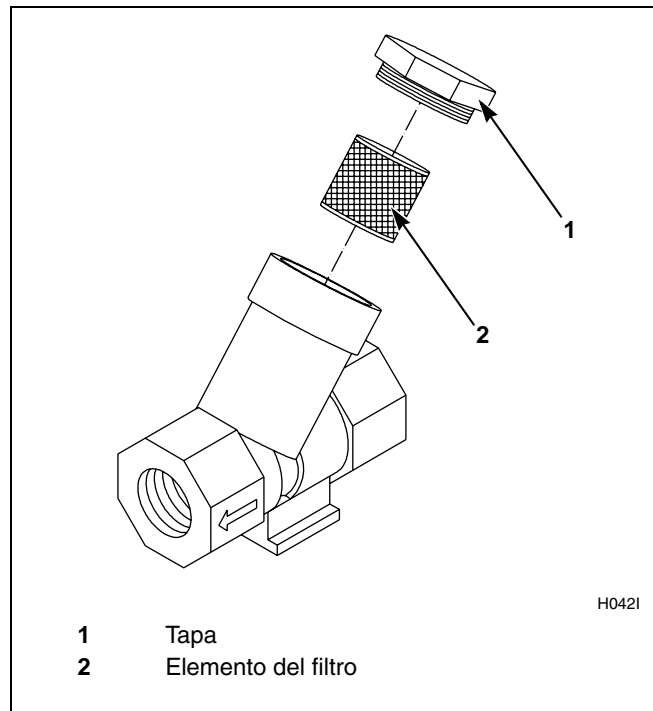

Figura 19
6. Limpie el filtro de vapor suministrado por el cliente, donde corresponda. Consulte la *Figura 19*.